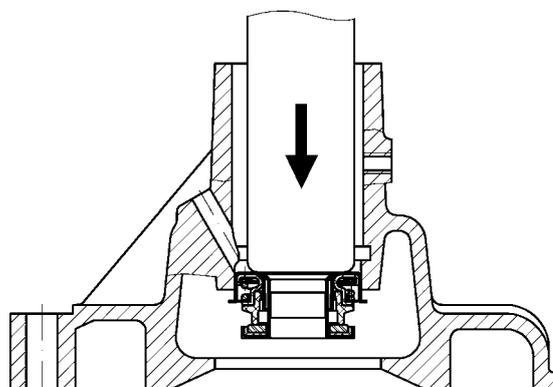

Рис.91. Выпрессовка уплотнения
- выпрессовать уплотнение из корпуса (рис.91).